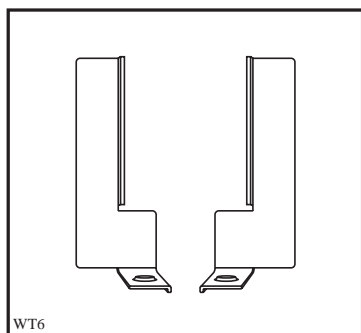

рис. 2b
- Приложите соответствующие металлические крепежные пластины (рис. 2b/3b) и прикрепите их входящими в комплект винтами (A+B), как к сушильной машине, так и к верхним кромкам.